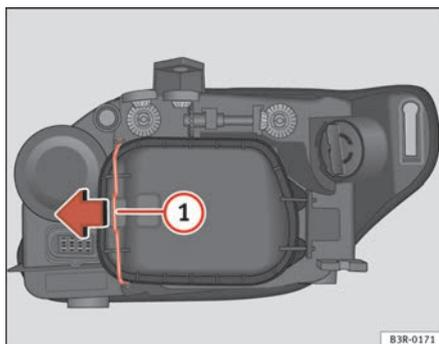

Fig. 205 Ampoule feux de position
Bien que ce ne soit pas nécessaire, retirez préalablement le couvercle rigide ⇒ page 277, fig. 205; il facilite le remplacement de l'ampoule de feu de circulation jour. ■
- Déplacez le tirant ⇒ fig. 205 ① dans le sens de la flèche et retirez le couvercle rigide en séparant d'abord le côté du tirant et en ôtant ensuite les deux languettes de l'autre extrémité du couvercle.